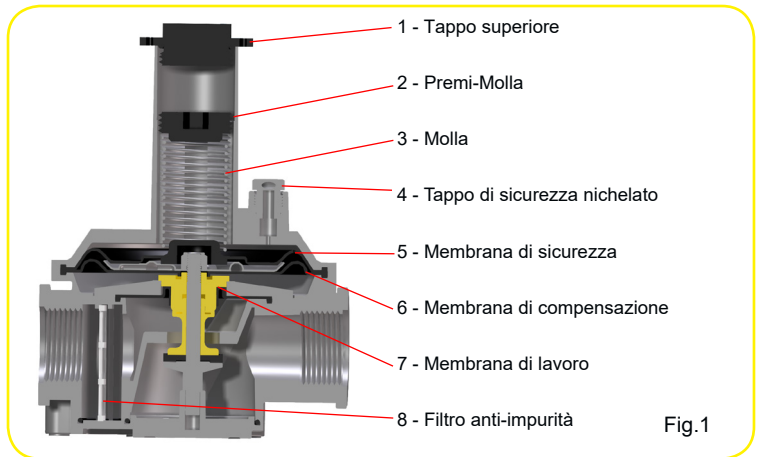

Fig.1
Per accedere al premi-molla svitare il tappo superiore (1) Fig.1. La pressione di uscita viene regolata ruotando il premi-molla (2) Fig.1. Tramite una chiave a brugola di 10mm girare il premi-molla (2) in senso orario per aumentare la pressione, per diminuire la pressione girare il premi-molla (2) in senso antiorario. Dopo aver effettuato la regolazione, riposizionare il tappo superiore (1).
I GAS GOVERNOR mod. RG possono essere installati su impianti con bruciatori di gas automatico e su impianti di distribuzione industriale. I GAS GOVERNOR possiedono al loro interno 3 membrane: membrana di Lavoro (6), di Compensazione (7) e di Sicurezza (5) Fig1. Non è indispensabile un condotto di sfiato e scarico all'esterno poiché la membrana di Sicurezza evita che si possa verificare una perdita di gas nell'ambiente superiore a 30 dm3/h punto 3.3.2 delle Norme UNI-EN88-1.